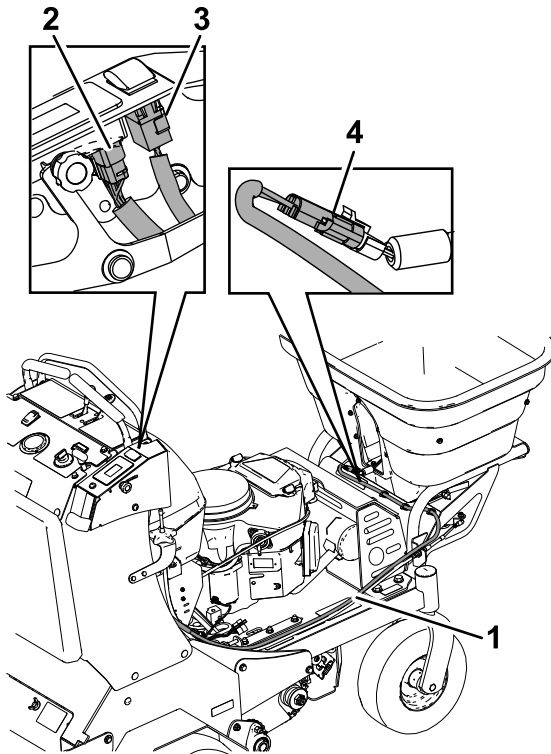

Figura 8
2. Enchufe los conectores del contador de horas y de Encendido/Apagado del arnés del esparcidor en los interruptores del panel de control de caudal (Figura 8).
3. Enrute el arnés de cables por el lado derecho de la máquina, siguiendo el cable de control. Coloque el arnés de cables encima del cable de control e introdúzcalo en la muesca del soporte de la tolva. Siga enrutando el arnés entre el soporte derecho de la tolva y el tubo de la tolva. Conecte el arnés del esparcidor al motor del esparcidor, como se muestra en la Figura 8. Introduzca los 3 clips del arnés en los taladros del bastidor principal de la tolva para sujetar el arnés.